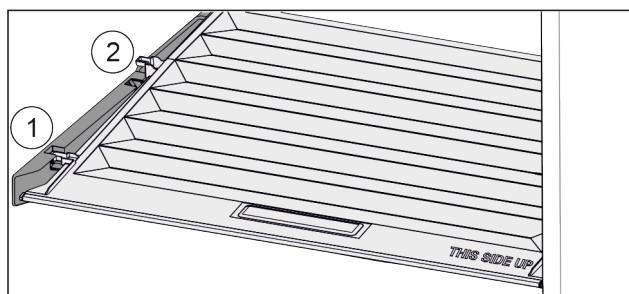

Fig. 142
- ▶ Tirer le couvercle vers l'avant jusqu'à l'orifice des pièces de retenue Fig. 142 (1).
- ▶ Le soulever par le bas à l'arrière et le sortir par le haut Fig. 142 (2).